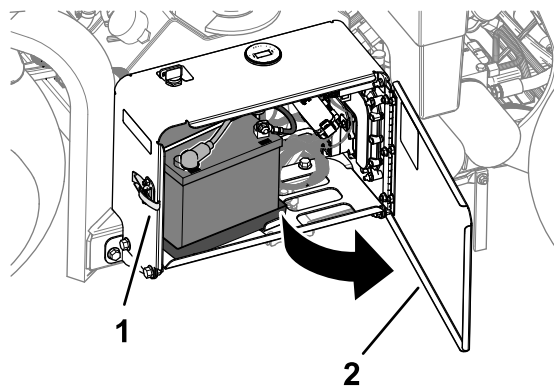

Bild 170
- Entriegeln und öffnen Sie die Klappe des Batteriefachs (Bild 170).